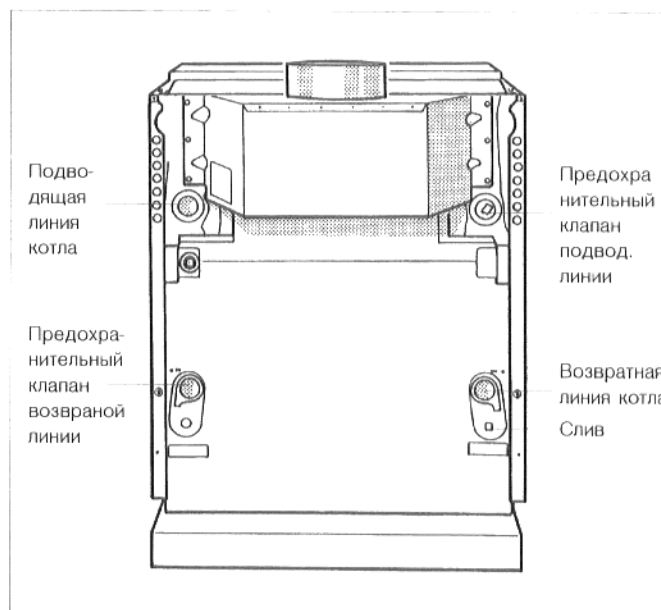

Рис. 3. Подключение воды
- Подключить котел к трубопроводной сети отопительной установки (рис. 3).
Подводящую и возвратную линии котла (рис. 3) разрешается подключать только к предусмотренным для этого точкам, так как на заводе в возвратную линию котла встроена подводящая труба.